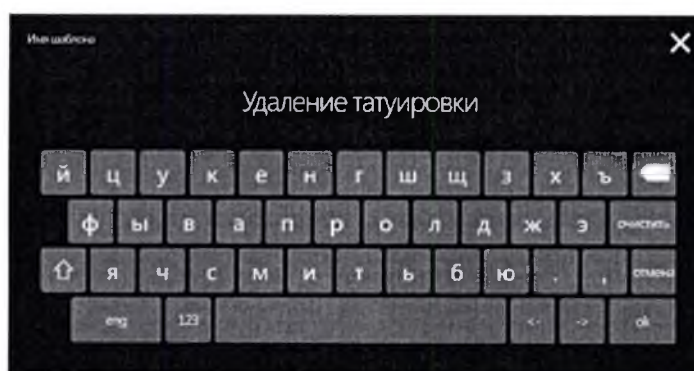

Рис. 3.68 – Введение названия шаблона
3.9.3 Вы можете сохранить шаблон с любым удобным для Вас названием (рис. 3.68).